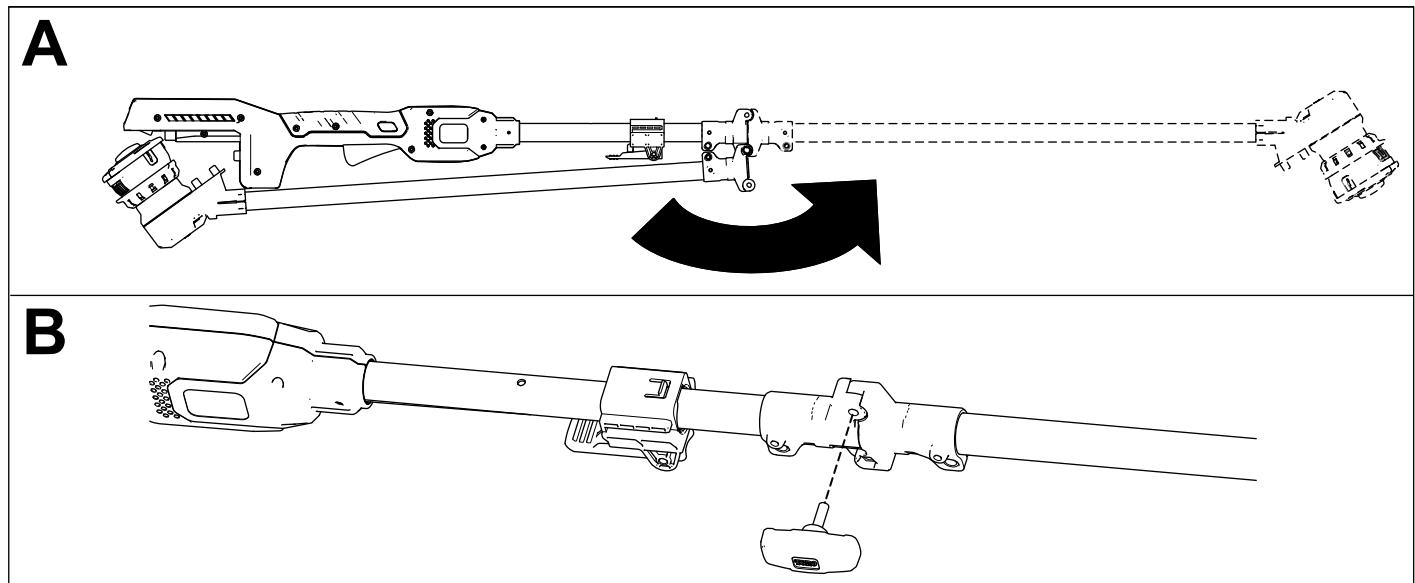

Bild 2
1. Klappen Sie den Holm auf (A in Bild 2).
2. Bringen Sie das Anschlusshandrad und die Mutter an, um den Holm zu befestigen (B in Bild 2).